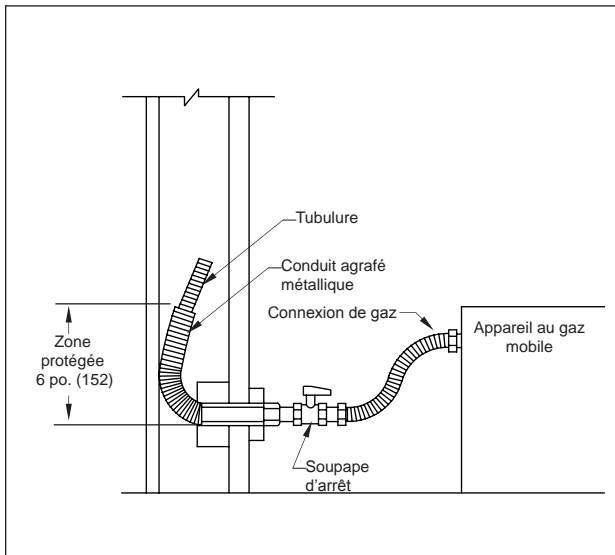

FIG. 4-21 Connecteur De Gaz En Acier Inoxydable À Un Appareil Au Gaz , Mobile
AUSSI PRENDRE NOTE DES DISTANCES MINIMALES DE CONDUIT D'ACIER FLEXIBLE À LA **FIG. 4-21 & 4-22**
- **Les branchements à des appareils facilement mobiles (pouvant être facilement déplacés), tels que cuisinières ou sècheuses doivent être faits à l'aide de connecteurs flexibles pour appareils.** (Voir **FIG. 4-21**).